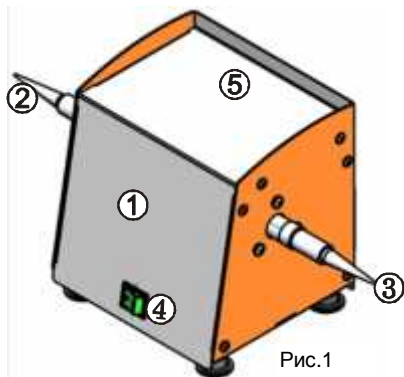

Рис.1
4.1 Основные конструктивные элементы (рис.1,2)